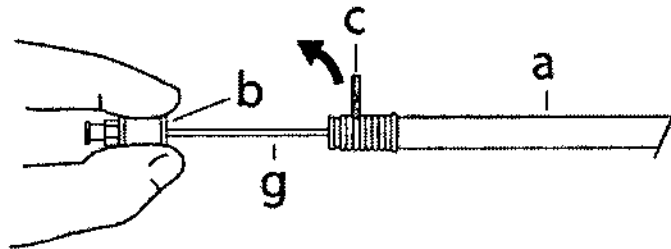

Fig. 6
3. Retire el seguro rojo (c) mientras mantiene inmóvil el conector (b) en la cánula metálica (g). (Fig. 6)